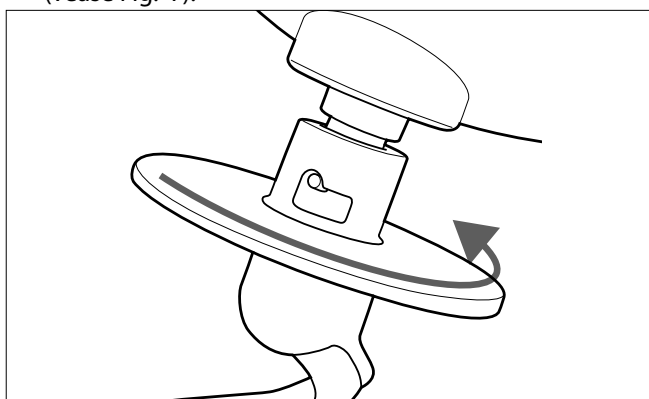

Fig. 7 – Fijar el accesorio de batir
- ▶ Presione el accesorio de batir hacia arriba y gírelo en sentido horario hasta que encaje. El accesorio de batir solo podrá colocarse y girarse correctamente si la pestaña guía se halla en la correspondiente ranura guía (véase Fig. 7).